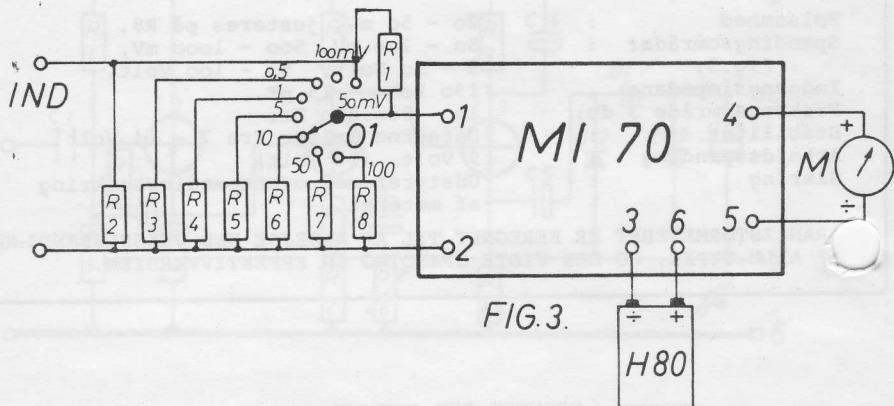

FIG.3.
7. Vekselspændingsmeteret MI 70 er nu klar til brug, og kan tilsluttes som vist på Fig.3, modstandene til spændingsdeleren samt omskifteren følger ikke med byggesættet.
KOMPONENTLISTE til Fig.3: